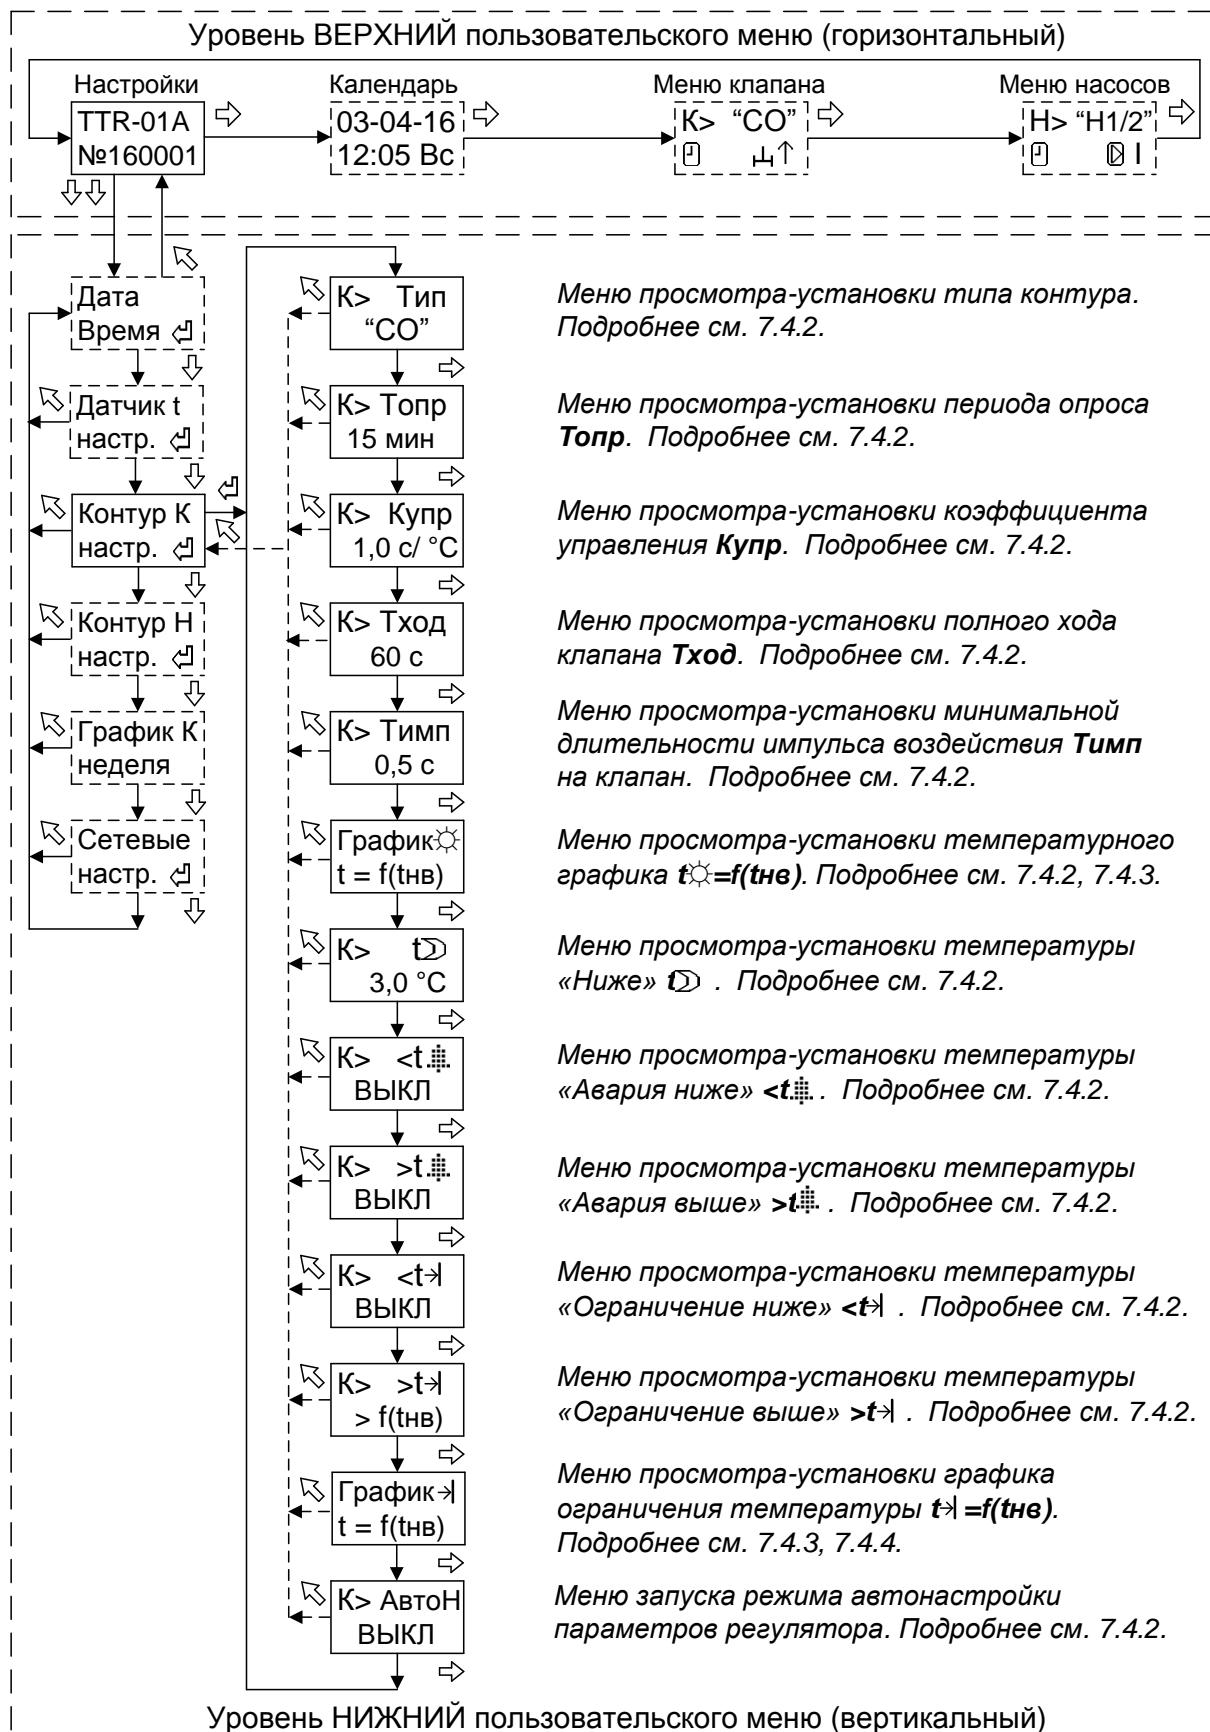

Рисунок 4 - Структура меню настройки параметров для системы отопления
7.4.3 Для просмотра-установки температурного графика регулирования необходимо войти с помощью нажатия кнопки “” (см. рисунок 4) в меню «График  t=f(нв)».